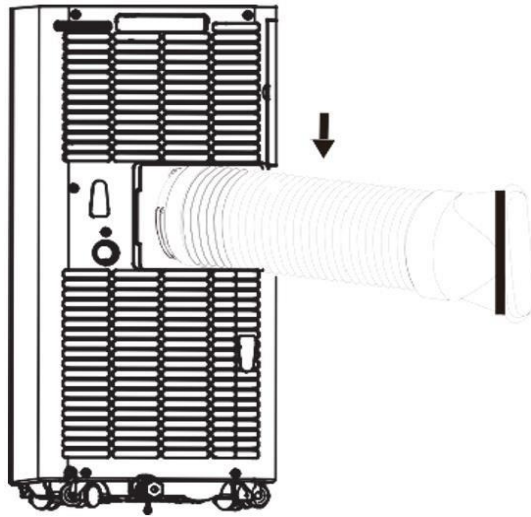

Abb.1
- Schrauben Sie den Abluftschlauch (mit Adapter) an den Abluftauslass an der Rückseite des Gerätes (im Gegenuhrzeigersinn, Abb. 1).